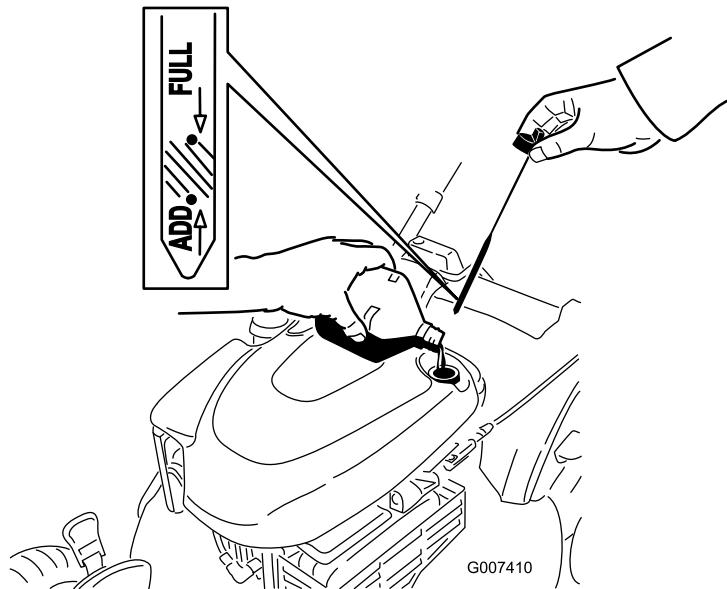

Figura 16
- Togliete l'asta di livello (Figura 16).
- Rimuovete l'asta di livello e controllate il livello dell'olio; fate riferimento a Figura 16.